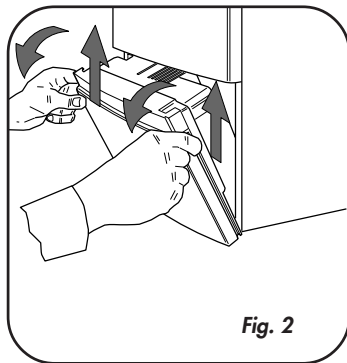

Fig. 2
- girar o painel de comando até à primeira paragem de segurança. Levantar para desbloquear e girar até a abertura total (fig. 2).